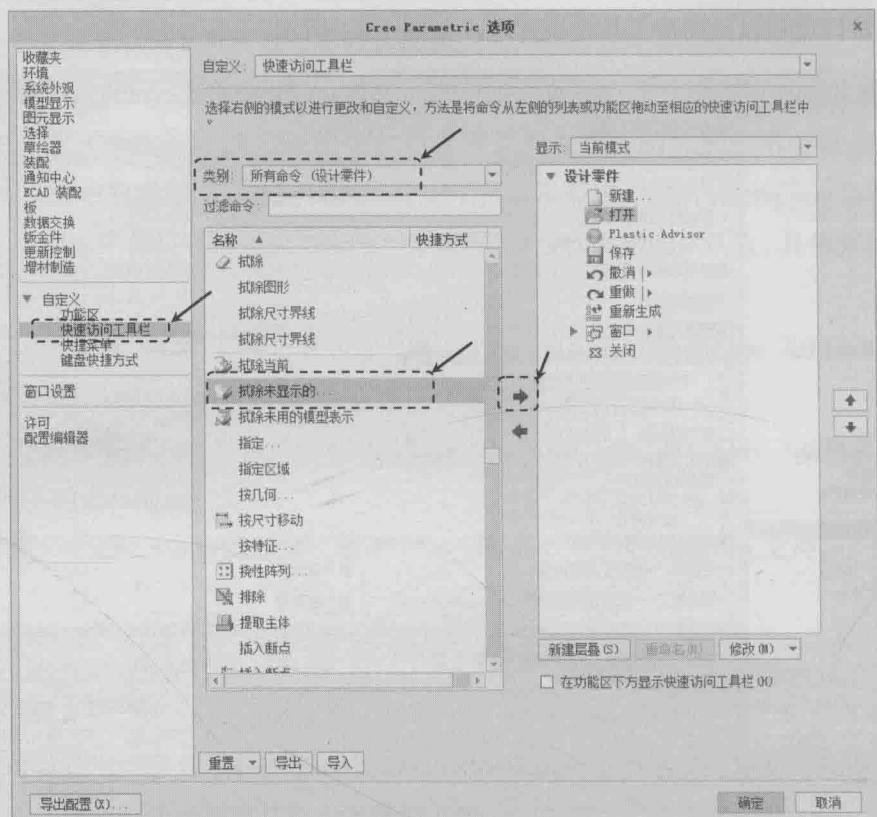
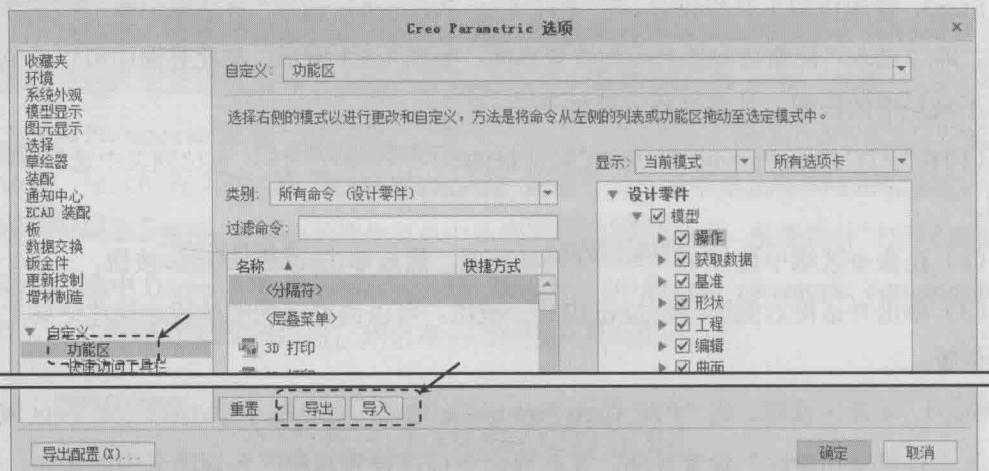

图 1.6.2 “快速访问工具栏”设置界面
图 1.6.3 “自定义功能区”设置界面
**Step3.** 快速访问工具栏设置。在“PTC Creo Parametric 选项”对话框中单击“快速访问工具栏”区域，即可进入“快速访问工具栏”设置界面，如图 1.6.2 所示。在此界面中可以定制快速访问工具栏中的按钮，具体操作方法如下。
(1) 在“PTC Creo Parametric 选项”对话框的“从下列位置选取命令(C):”下拉列表中选择“所有命令”选项。
(2) 在命令区域中选择“ 拭除未显示的...”选项，然后单击“添加(A) >>”按钮。
(3) 单击对话框右侧的“”按钮和“”按钮，可以调整添加的按钮在快速访问工具栏中的位置。
**Step4.** 功能区设置。在“PTC Creo Parametric 选项”对话框中单击“自定义功能区”区域，即可进入“自定义功能区”设置界面。在此界面中可以设置功能区各选项卡中的按钮，也可以创建新的用户选项卡，如图 1.6.3 所示。